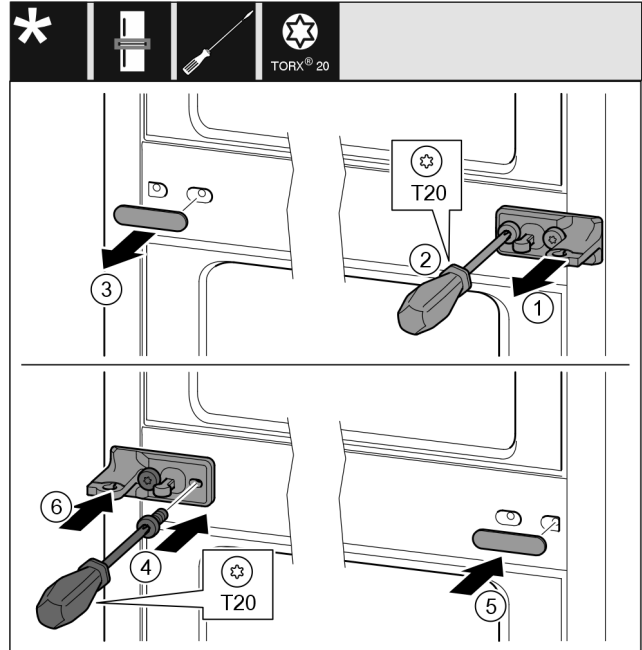

Fig. 12
- ▶ Vedä levy Fig. 12 (1) irti.
- ▶ Kierrä ruuvit Fig. 12 (2) ulos ruuvimeisselillä.
- ▶ Vedä suojus Fig. 12 (3) varovaisesti irti.
- ▶ Kiinnitä laakerijalusta kalvon kanssa Fig. 12 (4) ruuveilla toiselle puolelle 180° käännettynä.
- ▶ Aseta suojus Fig. 12 (5) toiselle puolelle 180° käännettynä.
- ▶ Työnnä suojus Fig. 12 (6) edestä päälle.